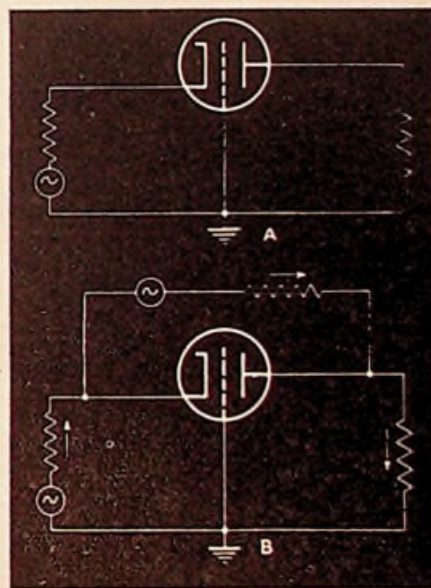

Fig. 1.
waarbij de *roosters* zijn geaard en waarbij de excitatiespanning wordt toegevoerd tusschen aarde en *kathode*. Fig. 1 geeft — met weglating der gelijkstroombronnen — den principieelen opzet weer (A), benevens een voorstelling ter verklaring van de werking. (B).